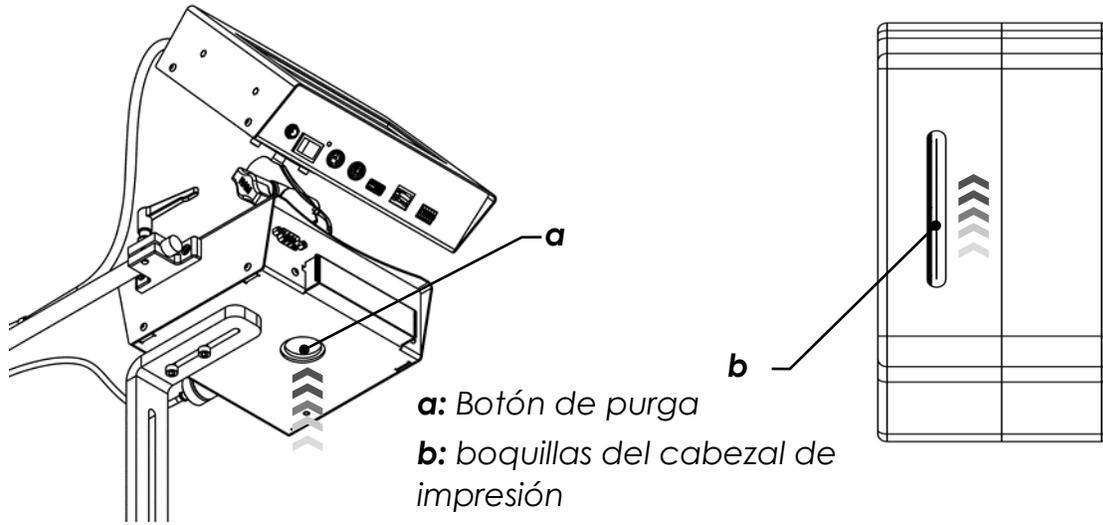

Figura 41
- Presione el botón de purga ubicado en la parte inferior del cartucho de tinta a través de la abertura redonda ubicada en la parte inferior de la unidad de suministro de tinta hasta que la tinta fluya desde las boquillas del cabezal de impresión (vea la Figura 41).